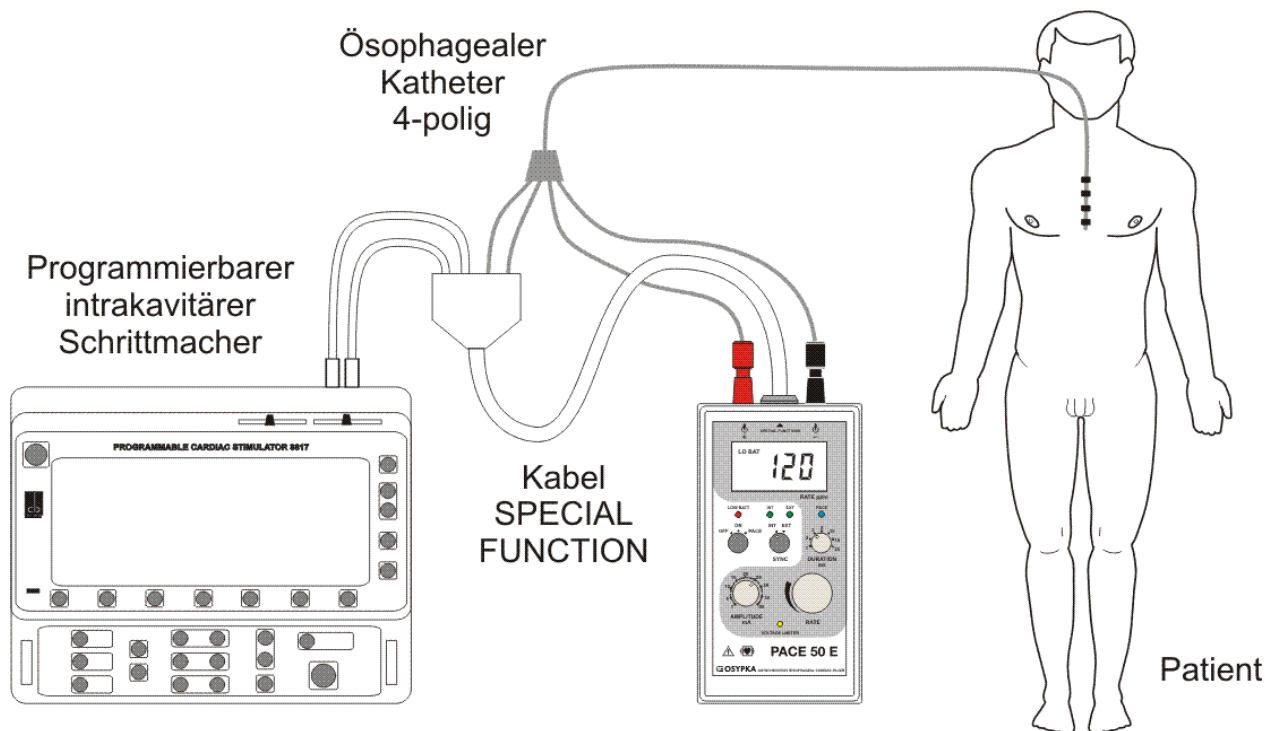

Abbildung 5. Intrakavitärer Schrittmacher mit einzigem Verbinder für Sensing und Pacing
2. Wenn der intrakavitäre Schrittmacher mit einem einzigen Verbinder für das Sensing und für das Pacing ausgestattet ist, den schwarzen Stecker des Kabels *SPECIAL FUNCTIONS* in die Buchse am negativen Pol des Schrittmachers einführen und den roten Stecker in die Buchse am positiven Pol. In diesem Fall werden die beiden Stecker des Elektrokatheters, die den nicht für die Stimulation benutzten Elektroden entsprechen, für das Sensing des ösophagealen Signals benutzt und in die Buchsen der Box eingeführt (siehe Abbildung 5).